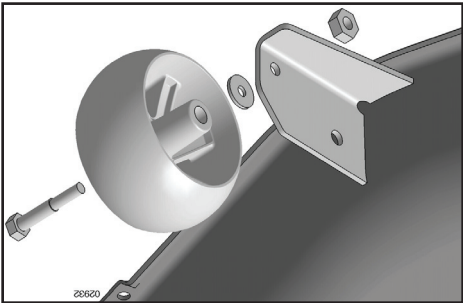

FIG. 3
**ASSEMBLEZ LA ROUE AVANT DE LA TONDEUSE (Voir la Fig. 3)**